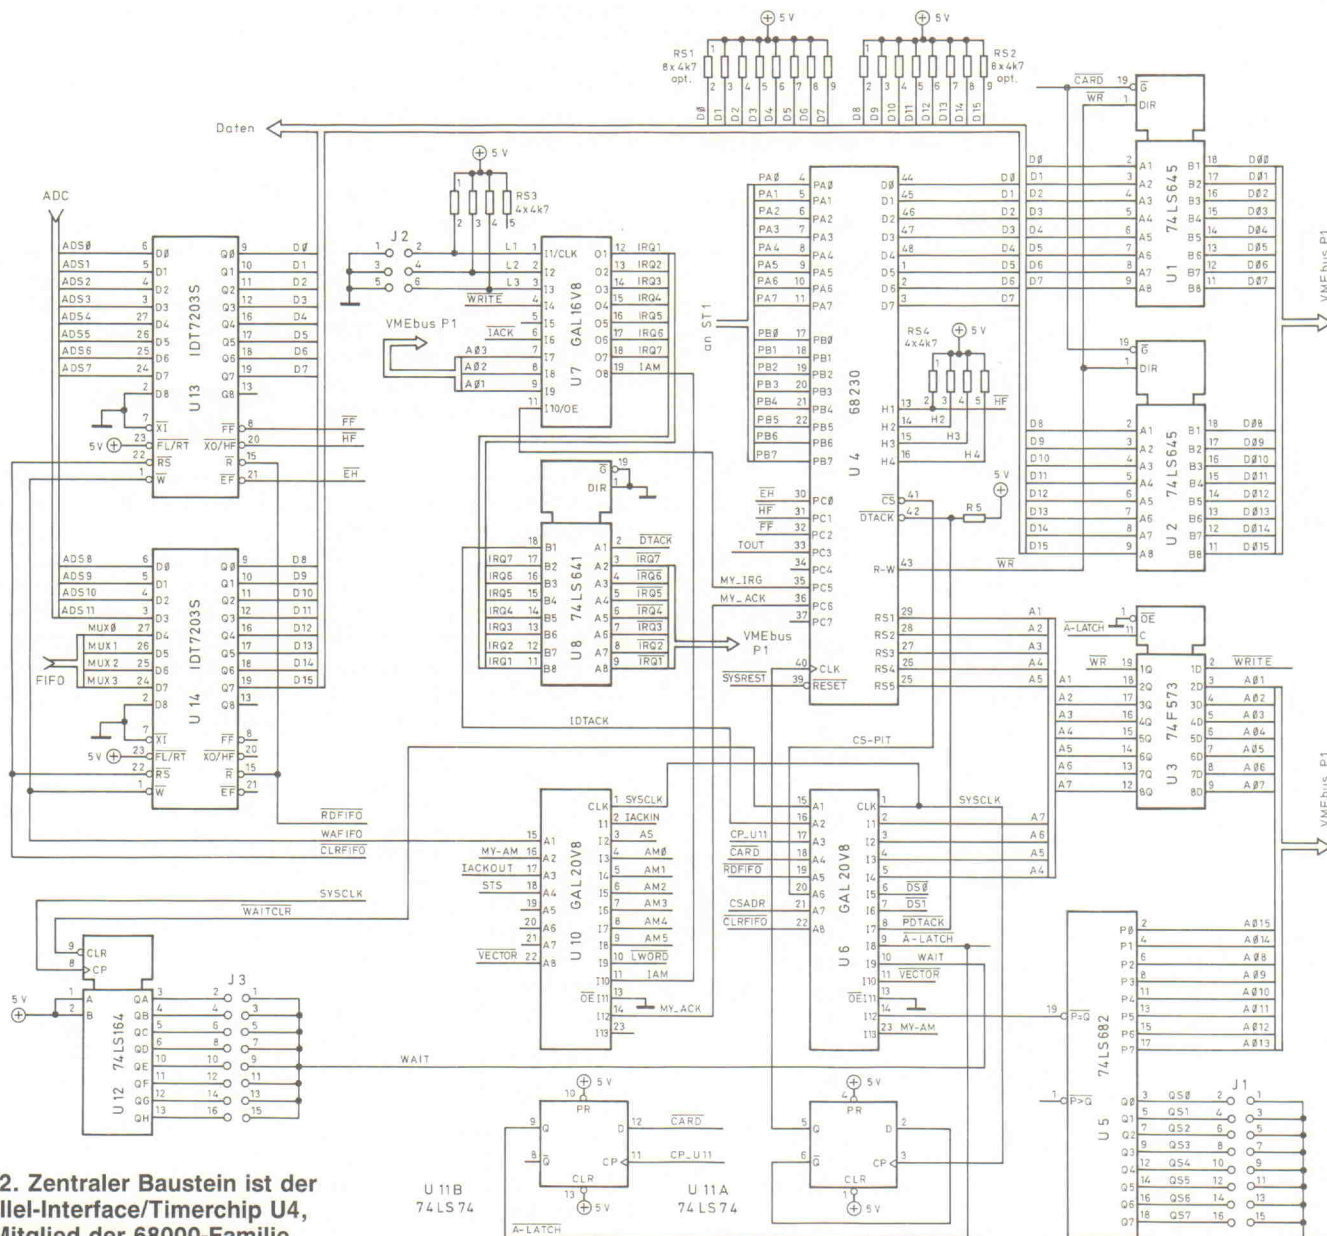

Bild 2. Zentraler Baustein ist der Parallel-Interface/Timerchip U4, ein Mitglied der 68000-Familie.
Um den Aufwand der Adreßdekodierung klein zu halten, ist die VMEconomy für den Short-Adreßbereich konzipiert. Bei dieser Adressierungsart liegt der 64-KByte-Speicherbereich auf einer festen Adresse innerhalb des gesamten VMEbus-Adreßbereichs. Im Falle des Atari STE/TT ist dies \$DF 0000... \$DF FFFF. Die VMEconomy selbst belegt nur einen Bereich von \$FF entsprechend 256 Bytes. Die Basisadresse der Karte läßt sich in dem 64-KByte-Fenster in Schritten von 256 Byte mittels Jumper J1 verschieben (Bild 2). Durch die Wahl der Schritte (256), in denen die Karte in den Adreßbereich eingeblendet wird, ergibt sich A15 als höchstwertige und A08 als niederwertige Adreßleitung zur Dekodierung des Adreßbereichs. A4...A7 werden zur Erzeugung der Chip-Select-Signale herangezogen. Der Jumper J1 gibt ein Adreßmuster vor, welches in U5 (74LS682) mit den Adreßleitungen A08...A15 verglichen wird. Bei Übereinstimmung erzeugt der 8-Bit-Vergleich an Pin 19 das Signal /P=Q.